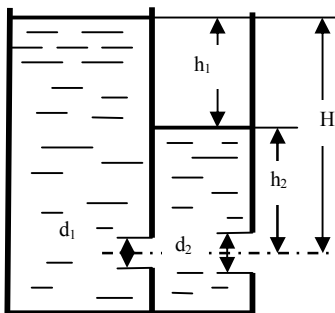

Рис. 13
16. Бак, употребляющийся для измерения расхода и сжатия струи, вытекающей в атмосферу через круглое отверстие в тонкой боковой стенке диаметром $d_2=0,2$ м, снабжен для успокоения воды вертикальной перегородкой с круглым отверстием диаметром $d_1=0,1$ м (рис.13). Определить расход Q и распределение напоров h_1 , h_2 , если полный напор над центром тяжести наружного отверстия $H=2$ м поддерживается постоянным, а $\mu^*=0,61$.